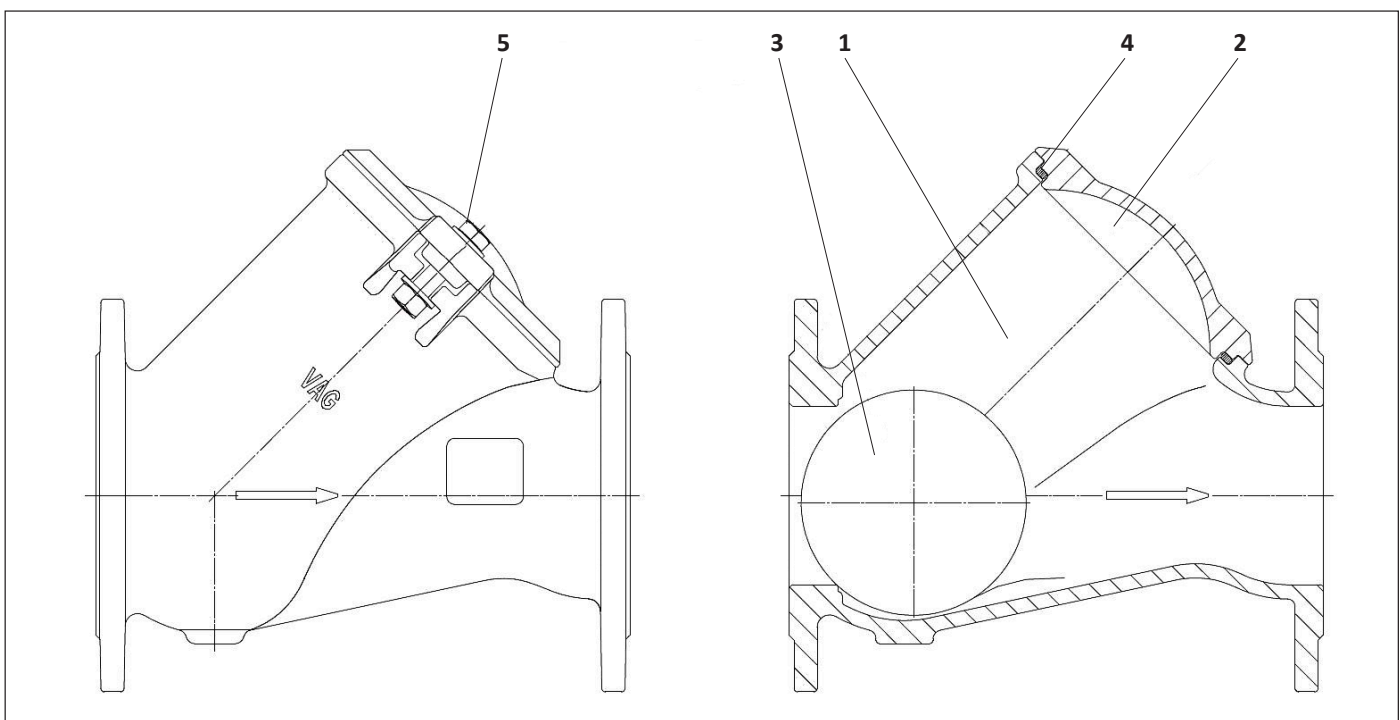

Bild 6: Överblick komponenter
Erforderliga reservdelar och slitdelar finns i reservdelslistan KAT 2449-E. Reservdelsatser (Bild 6) inkluderar respektive avstängningskula (3) och tillhörande locktätning (4).